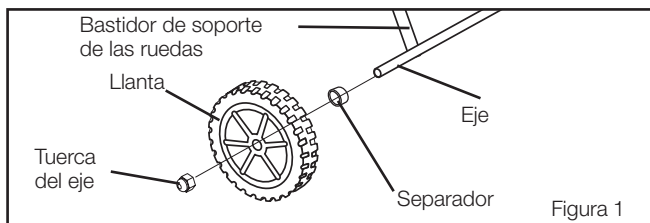
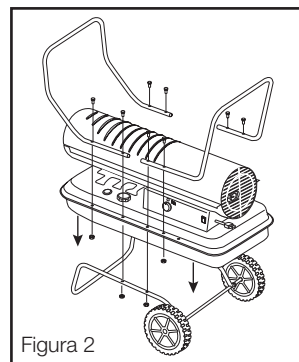

Figura 1
Figura 2
3. Deslice la rueda en el eje y sujétela con las tuercas del eje (vea la Figura 1).
5. Fije el asa delantera con (2) tornillos largos (50 mm) y (2) tuercas a través del segundo orificio desde el frente en ambos lados del reborde del tanque y el bastidor del soporte de las ruedas y apriete firmemente.
6. Inserte (2) tornillos cortos (30 mm) a través del primer orificio desde el frente del reborde del tanque y apriete firmemente. Asegúrese de que todos los (4) tornillos estén ajustados.
7. Fije el asa trasera con (2) tornillos largos (50 mm) y (2) tuercas a través del segundo orificio desde la parte trasera del calentador en cualquier lado (vea la Figura 2).
10. Fije el asa trasera con (2) tornillos cortos (30 mm) y (2) tuercas y apriete firmemente.